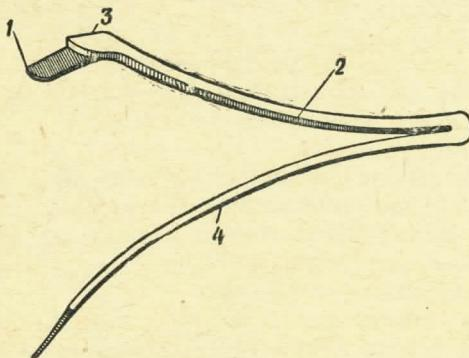

Рис. 13. Боевая пружина:
**14. Боевая пружина** (рис. 13) служит для сообщения курку быстрого вращательного движения для удара по капсюлю патрона.